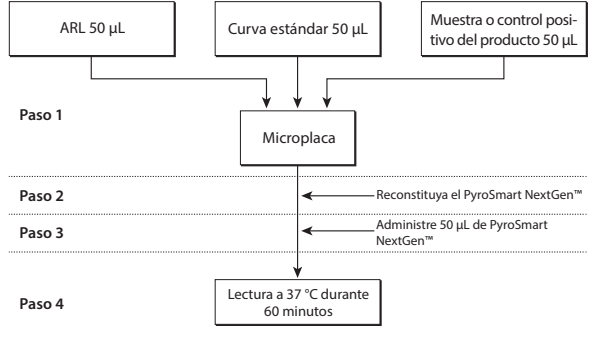

Figura 2: Esquema del procedimiento de análisis para ensayos de lector de microplacas
- Prepare la ejecución del análisis como se indica en la figura 2.